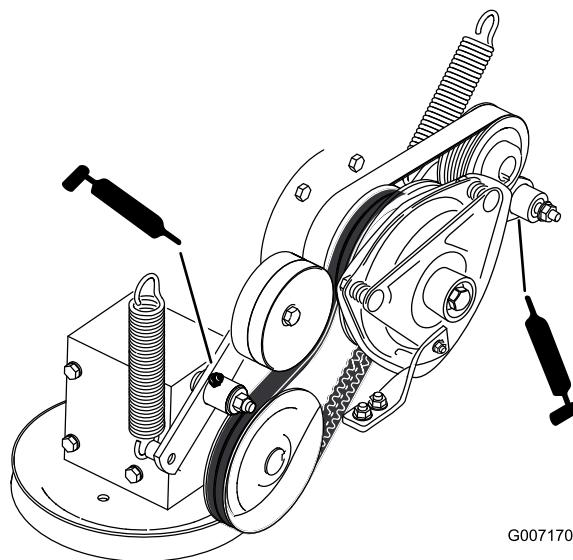

**Figura 54**
6. Lubrifique o braço intermédio na plataforma do cortador (Figura 54).
7. Lubrifique com massa os bocais nos braços (Figura 54 ou Figura 55).